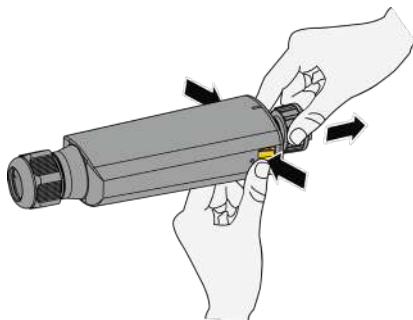

Abb. 31. Verriegelungstasten an der Kommunikationseinheit eindrücken
1. Öffnen Sie die Kommunikationseinheit, indem sie die beiden Verriegelungstasten am Gehäuse eindrücken (siehe Abb. 31).